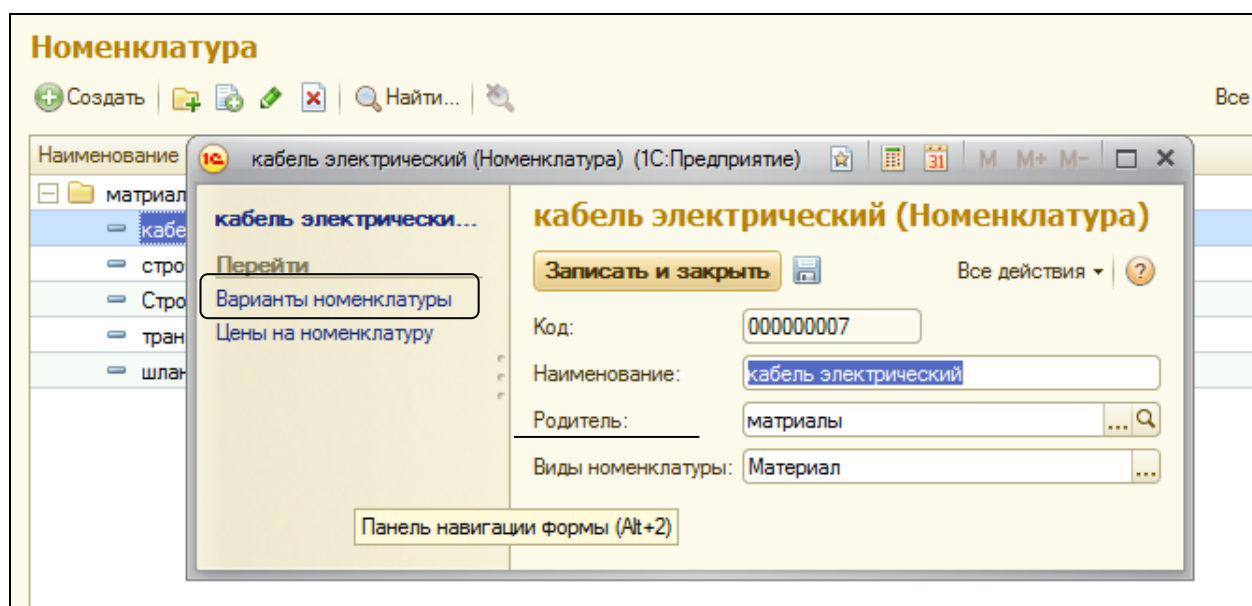

Рисунок 6.12 Форма элемента справочника Номенклатура
3. Открыть группу **Материалы**, выбрать элемент **Кабель электрический**. Учитывая, что справочник **Номенклатура** является владельцем справочника **ВариантыНоменклатуры** в панели навигации формы имеется ссылка для перехода к подчиненному справочнику (рис. 6.12). Это значит, что при открытии списка будут видны только наборы свойств, относящиеся к редактируемому элементу.